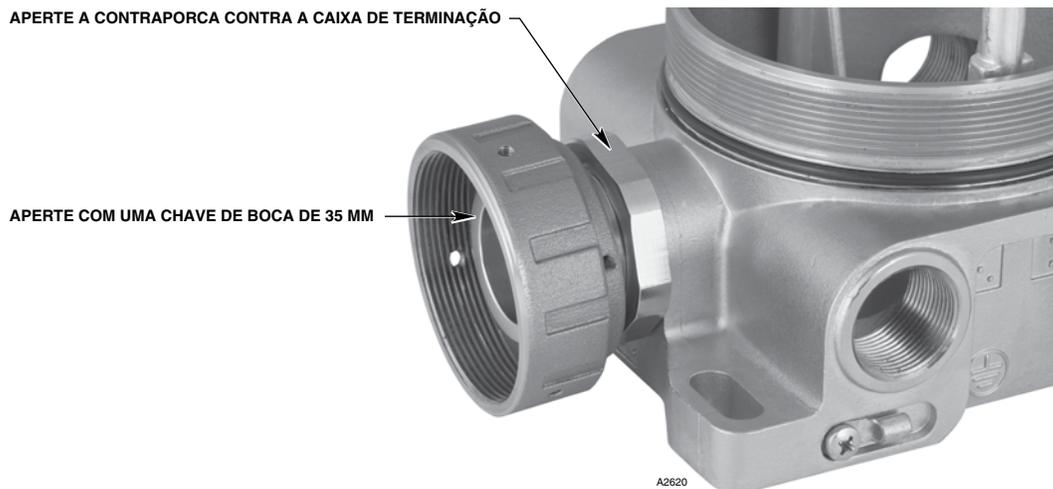

Figura 10—Conjunto do conector ligado à caixa de terminação
4. Aperte a contraporca contra a caixa de terminação. Veja a Figura 10.